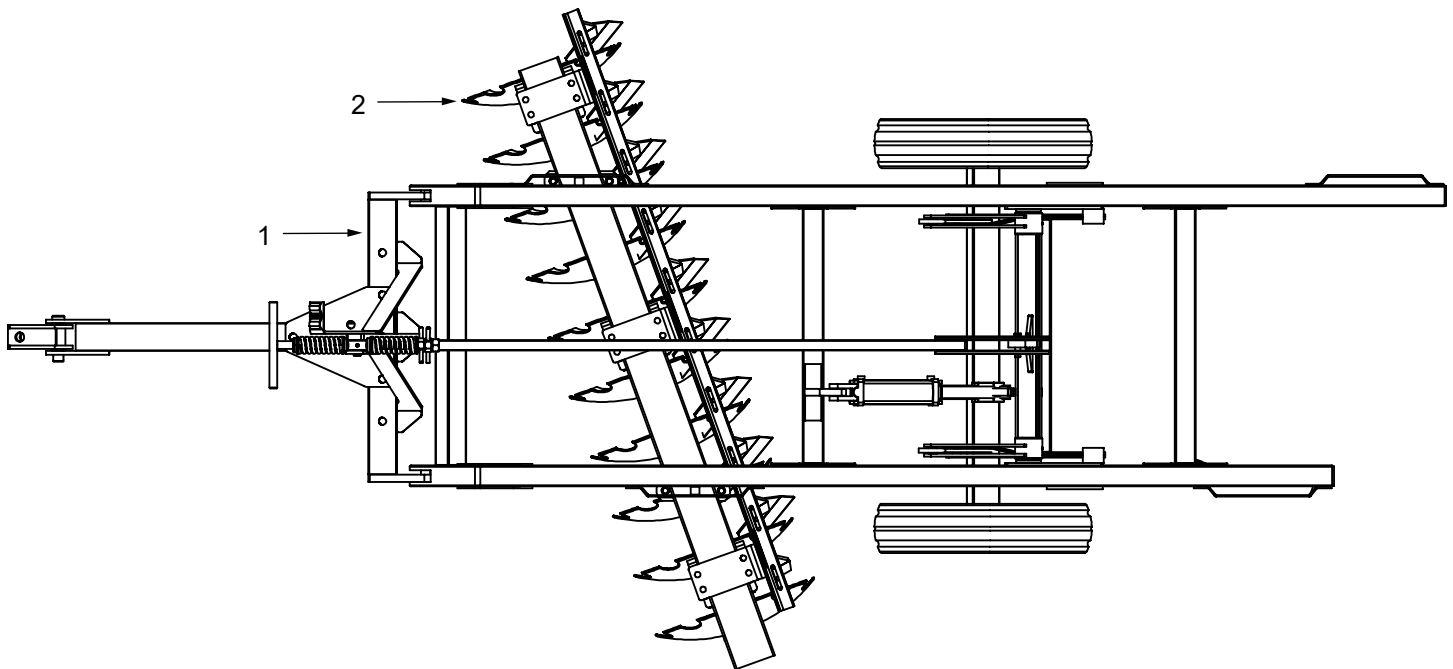

Imagen 2.1 - Sección de discos centrada con respecto al chasis
1. Ubique la sección de discos delantera final sobre el ensamble del chasis final con la **suspensión extendida**, centrándolo sobre el chasis, tal como se indica en la imagen 2.1.